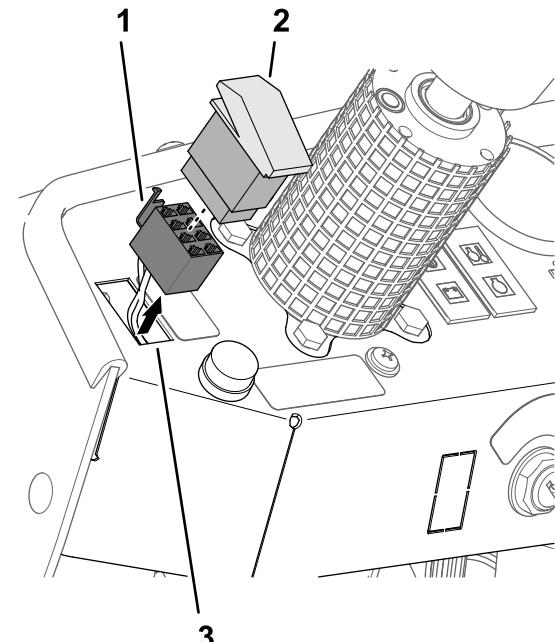

Bild 28
1. Nehmen Sie den Scheinwerferschalter aus dem Armaturenbrett (Bild 28).
- Ziehen Sie den 8-Buchsen-Stecker, der mit HEADLIGHT SWITCH beschriftet ist, vom Scheinwerferschalter ab (Bild 28).